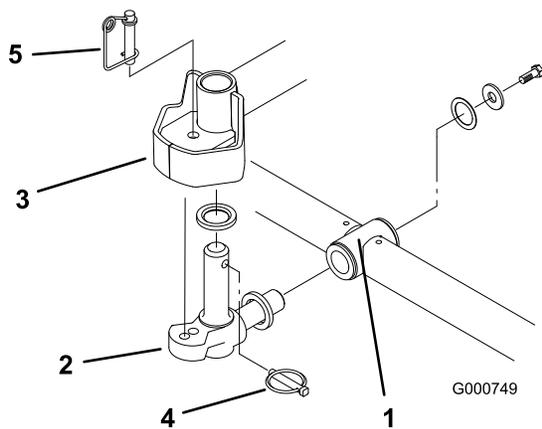

Figura 5
6. Introduza uma anilha de encosto no veio horizontal da articulação como mostrado em (Figura 5).
7. Introduza o veio horizontal da articulação no tubo de montagem da estrutura de suporte (Figura 5).
8. Fixe a articulação na estrutura de suporte com uma anilha de encosto, uma anilha chata e um parafuso de cabeça flangeada (Figura 5).
9. Introduza uma anilha de encosto no veio vertical da articulação (Figura 5).
10. Se tiver sido removido, introduza o veio vertical da articulação no encaixe de eixo do braço de elevação (Figura 5). Posicione a articulação entre os dois amortecedores de centragem de borracha existentes no lado de baixo da placa de direcção do braço de elevação.
11. Introduza o pino de sujeição no orifício cruzado existente no veio da articulação (Figura 5).
14. Fixe o cabo da mola em volta da parte inferior do pino de bloqueio da direcção (Figura 5).
Nota: Se a posição da unidade de corte tiver que estar fixa, introduza o pino de bloqueio da direcção no orifício de montagem da articulação (Figura 5).